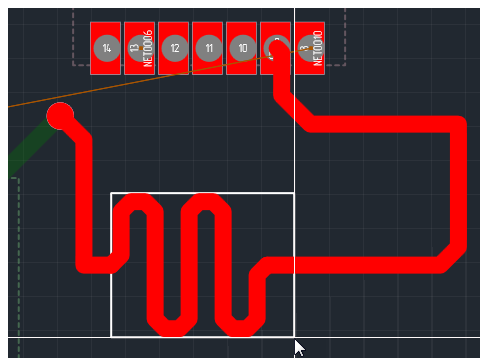

Рис. 237 Область размещения меандра
3. Переместить курсор, формируя область размещения меандра, которая обозначается прямоугольником с белыми линиями, см. Рис. 237. При перемещении курсора отображается эскиз меандра.